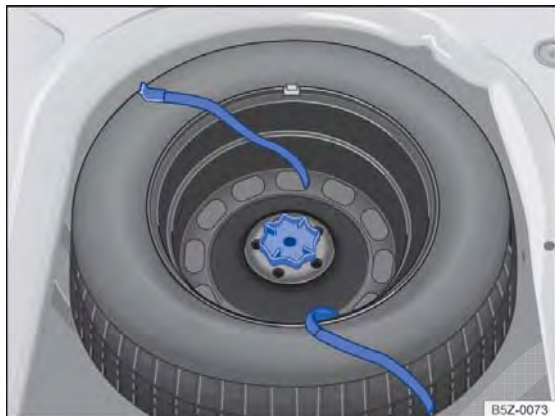

Fig. 143 No compartimento de bagagem: manípulo para fixação da roda de emergência.
- Girar totalmente o manípulo localizado no meio da roda de emergência → Fig. 143, no sentido anti-horário, e remover a roda de emergência.